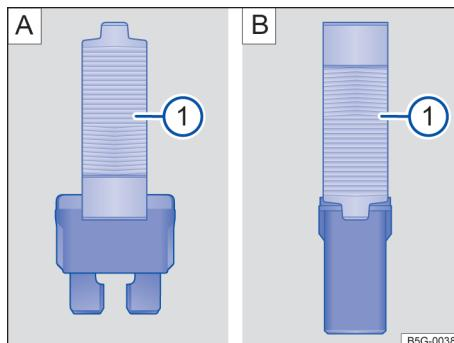

图 119 用塑料钳拆下或插入保险丝：[A] 扁平片式保险丝、[B] 方块式保险丝
→ 图 119 [A] ① 或 → 图 119 [B] ① 从侧面推到保险丝上。